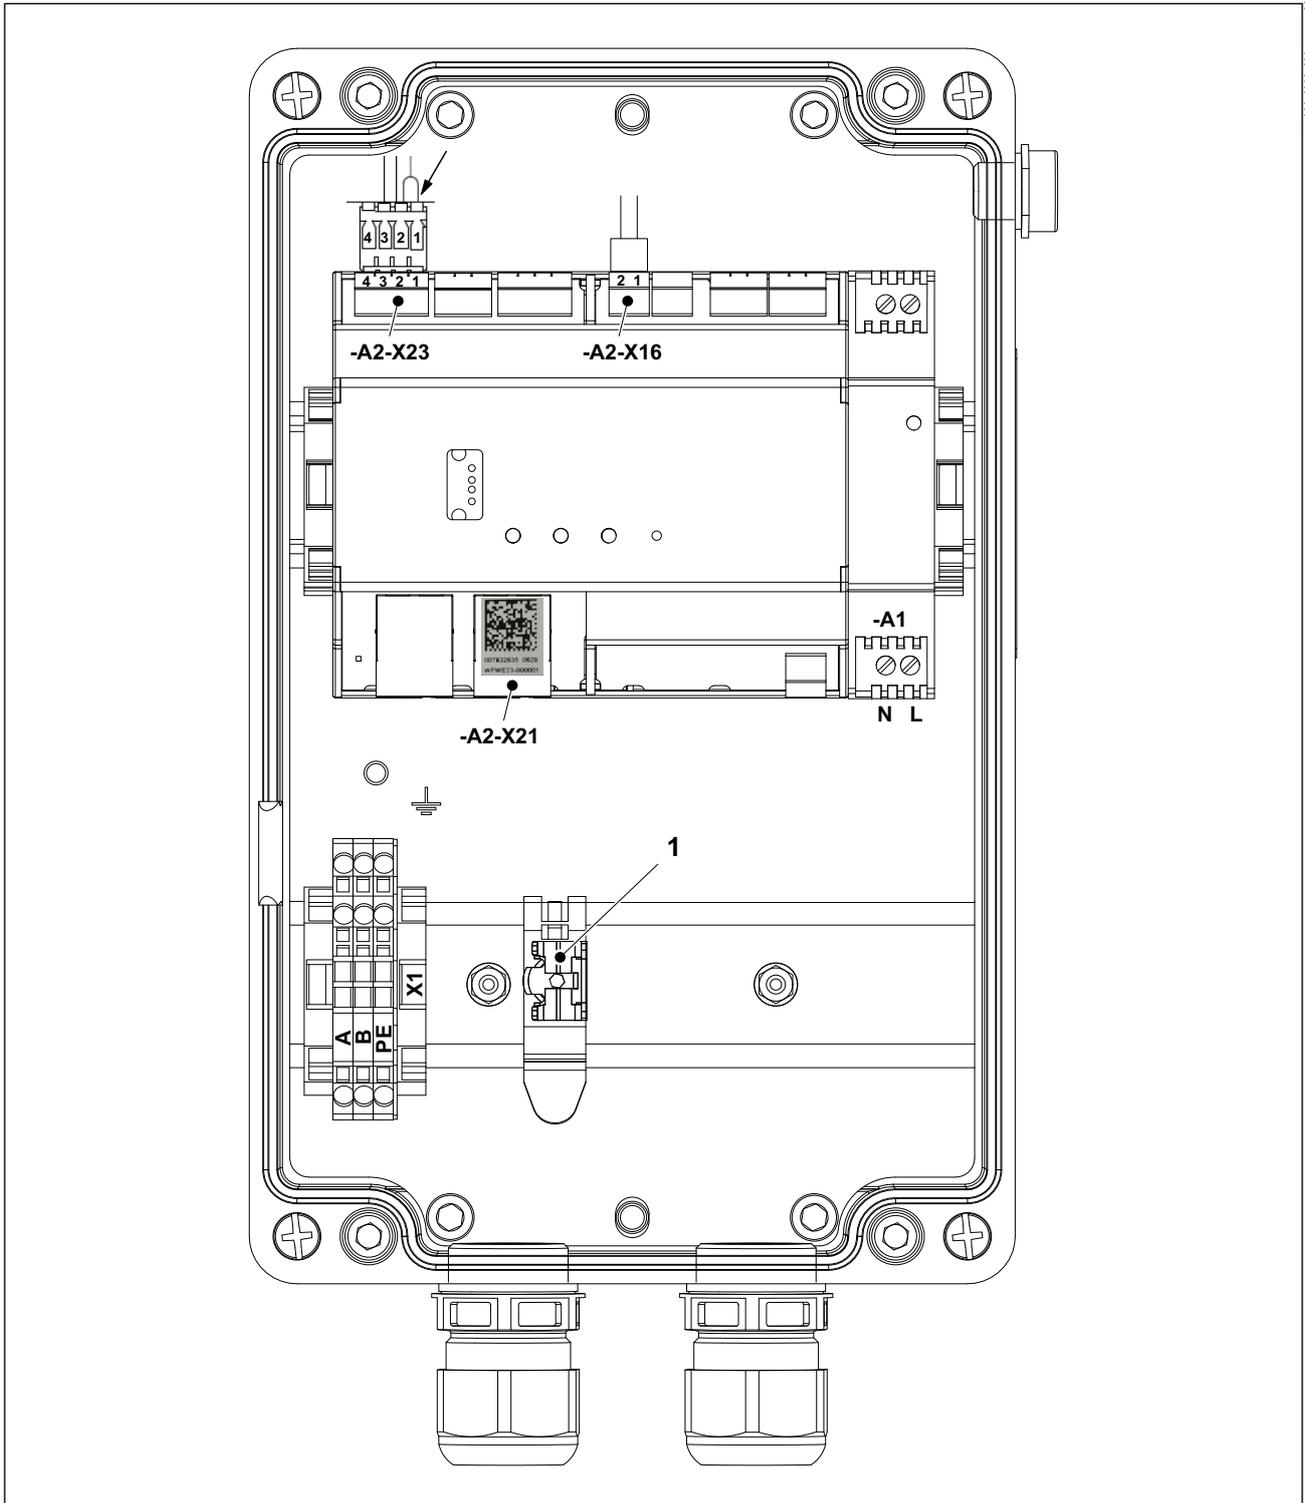

Abb. 6
8. Schließen Sie die Einzeladern der Versorgungsleitung gemäß Kennzeichnung an (Abb. 6):
13. Führen Sie die Leitungen durch die linke Verschraubung ein und schließen Sie die Leitungen an (Abb. 6):
- Isolieren Sie die Leitungen ab und legen Sie die Abschirmung auf die Schirmklemme (Abb. 6/1) auf.
16. Die Combox ist werkseitig mit einem Abschlusswiderstand für den RS485-Bus verdrahtet. Wenn die Combox **nicht** als erster oder letzter Bus-Teilnehmer angeschlossen ist, müssen Sie den Anschluss A2-X23 Pin 1 am Stecker (Abb. 6/Pfeil) entfernen und isolieren.